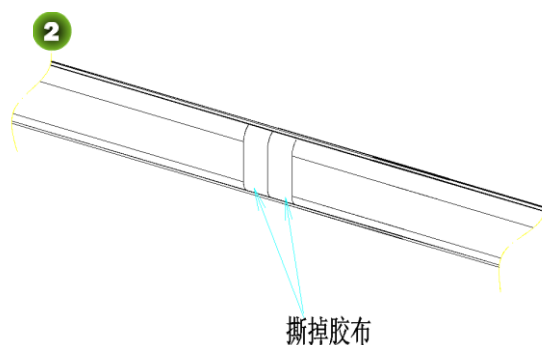

图 2-4B 撕掉胶布
- 3) 撕掉胶布, 擦掉闸杆上多余的胶水; 如图 2-4B;